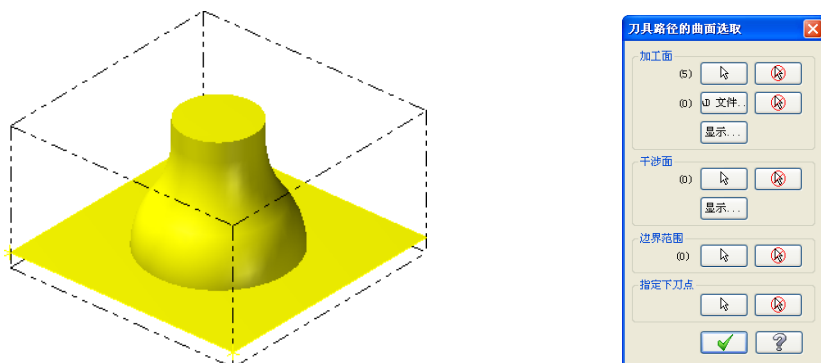

图 10-87 选取加工曲面
③ 根据系统提示框选所有的曲面并按回车键，如图 10-87 所示。最后在弹出的“刀